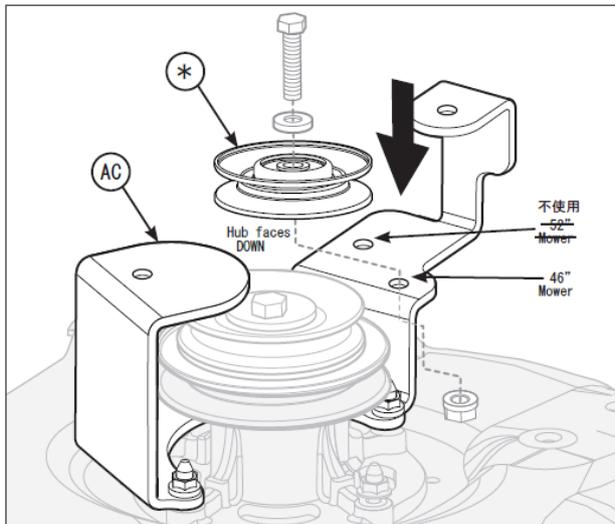

図5
3. アイドラープリー(図5の*)はアイドルカバー支え(AC)の上であらかじめ取り付けられています。プリーの取り付け位置は、図5に示された46"モア用の穴に組み付けてください。